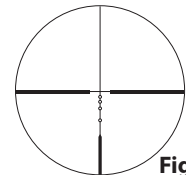
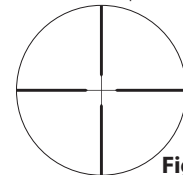
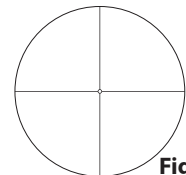
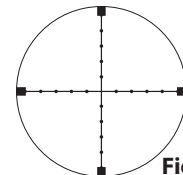

Fig. 3-1
Fig. 3-2
Fig. 3-3
Fig. 3-4
(1) Mise au point
- 1 Regardez dans l'oculaire, l'œil placé à 10 cm environ (4 pouces) de la lentille oculaire, pour voir le réticule BDC (Fig. 3-1), le réticule Duplex (Fig. 3-2), le réticule à croisée de fils fins avec point (Fig. 3-3) ou le réticule Mil-Dot (gradué en milliradians) (Fig. 3-4). Assurez-vous que votre œil est correctement aligné et positionné à la bonne distance, afin d'éviter que votre vue soit "bouchée".
(2) Grossissement